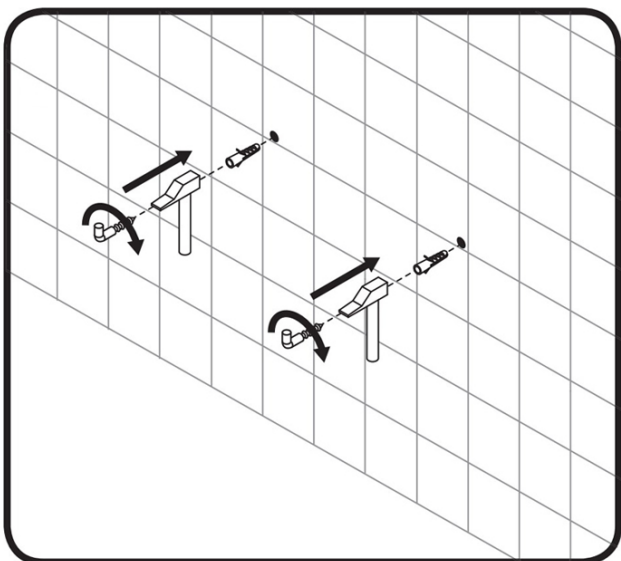

РИС.3 МОНТАЖ АНКЕРНЫХ БОЛТОВ
- Далее, мы установили, дюбеля в просверленные отверстия, с помощью резинового молотка. После того как мы убедились в том, что дюбеля установлены должным образом, ввинчиваем в анкерные болты. Важно чтобы крючок болта смотрел вверх **(рис.3)**.